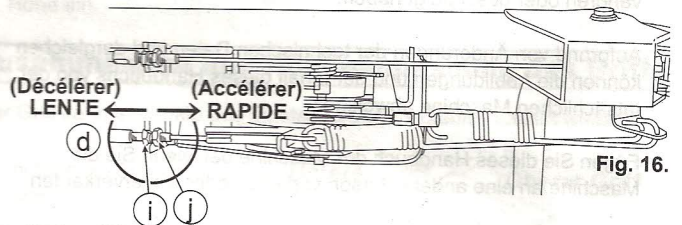

Fig. 16.
- 1 Lorsqu'un réglage est nécessaire, desserrez l'écrou de verrouillage (j) du câble de contrôle de vitesse HST (d), puis tournez le règleur (i) comme indiqué sur la Fig. 16.
- 3 Démarrez le moteur et vérifiez que la vitesse de rotation change lorsque vous activez le Levier de changement de vitesse (D).